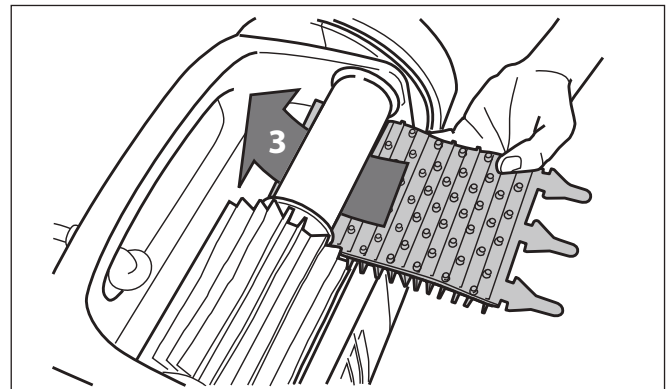

Figura 22. Instale el nuevo cepillo
3. Para instalar el cepillo nuevo, colóquelo en el rodillo con las hojas de limpieza en dirección contraria al rodillo (Figura 22).